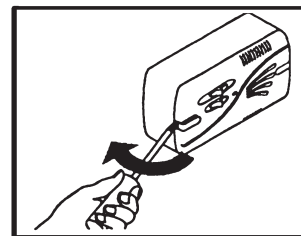

Abb.2a:
- 1 Lösen Sie die Frontplatte und den Montagerahmen, indem Sie die Schraubenabdeckungen abnehmen und die zwei Schrauben entfernen (siehe Abb. 2a und 2b).